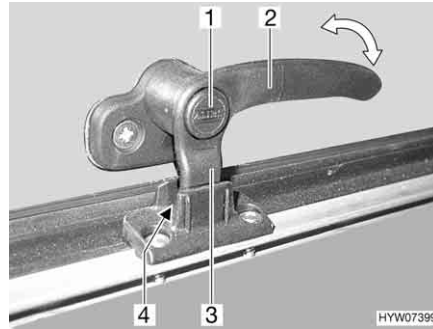
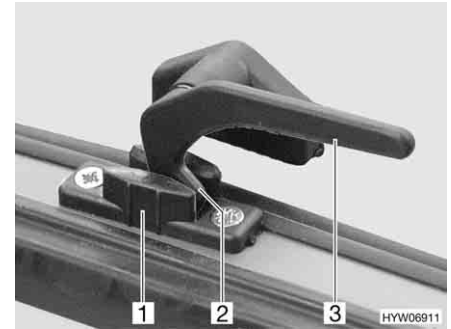

Fig. 71 Levier de verrouillage avec bouton de sécurité en position "Aération permanente"
Fig. 72 Levier de verrouillage en position "Aération permanente"
- En position "Aération permanente" (Fig. 71 et Fig. 72)
- S'il existe, appuyer sur le bouton de sécurité (Fig. 71,1) et le maintenir enfoncé.
- Tourner le levier de verrouillage (Fig. 71,2 ou Fig. 72,3) d'un quart de tour vers le centre de la fenêtre.
- Remettre le levier de verrouillage en position initiale. Le tenon de verrouillage (Fig. 71,3 ou Fig. 72,2) du levier de verrouillage doit pénétrer alors dans le logement prévu à cet effet dans le verrouillage de fenêtre (Fig. 71,4 ou Fig. 72,1).
- Relâcher le bouton de sécurité (Fig. 71,1).